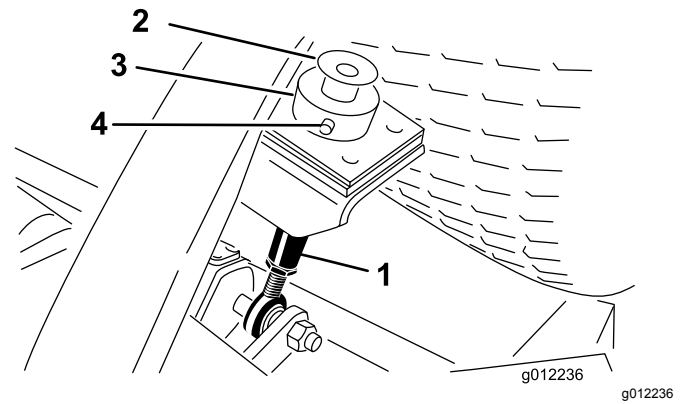

Figure 20
2. Retirez le boulon et la rondelle en haut de chaque tige de réglage de hauteur de coupe (Figure 20).
3. Retirez la goupille fendue et l'axe de chape qui fixent la bague de hauteur de coupe à la tige de réglage de hauteur de coupe à l'arrière de l'unité de coupe (Figure 20). Retirez la bague de hauteur de coupe.